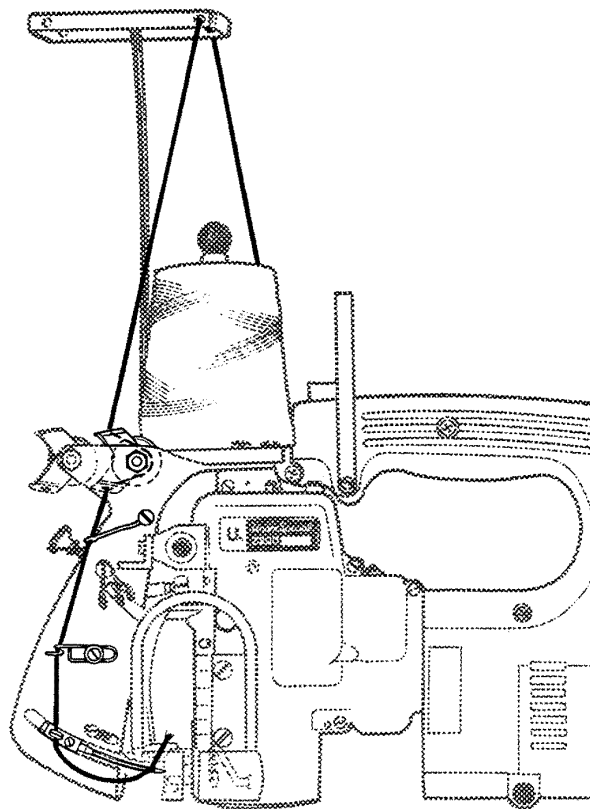

Fig.4
Prüfen Sie die Einfädelung der Maschine. Beachten Sie die Einfädelanleitung Fig. 4 und den Abschnitt "EINFÄDELN".
Thread the machine as shown in Fig. 4.
For threading the looper (double locked stitch machines only) open the hinged cover (A, Fig. 4) and turn motor handwheel in operating direction until the needle is in its lowest position below the throat plate. Reclose hinged cover (A) after threading.
The tension (L, Figs. 4 and 13) controls the looper thread and the tension (N) controls the needle thread. Only a slight tension should be applied on the looper thread. The tension applied on the needle thread depends upon the size of the thread and the thickness of the fabric to be sewn and has to be regulated till the machine sews and chains off perfectly.
The presser foot pressure is regulated with the knurled regulating screw (B, Fig. 4).
Fädeln Sie die Maschine wie in Fig. 4 gezeigt ein.
Zum Einfädeln des Greifers (nur bei Doppelkettenstichmaschinen) öffnen Sie die Verschußklappe (A, Fig. 4) und drehen am Motor-Handrad in Drehrichtung bis die Nadel in der tiefsten Stellung unter der Stichplatte ist.
Die Spannung (L, Fig. 4 und 13) reguliert den Greiferfaden und die Spannung (N) den Nadelfaden.
Der Drückfußdruck wird mit der gerändelten Stellschraube (B, Fig. 4) reguliert.
Loosen the screw (D, Fig. 4) for the needle and draw out the needle. Insert the shank of the new needle as far as it will go into the needle seat and with the flat on the shank facing to the front.
Lösen Sie die Schraube (D, Fig. 4) für die Nadel und ziehen Sie die Nadel heraus. Stecken Sie den Kolben der neuen Nadel bis zum Anschlag in den Nadelsitz und so, daß die Fläche am Kolben nach vorne zeigt.